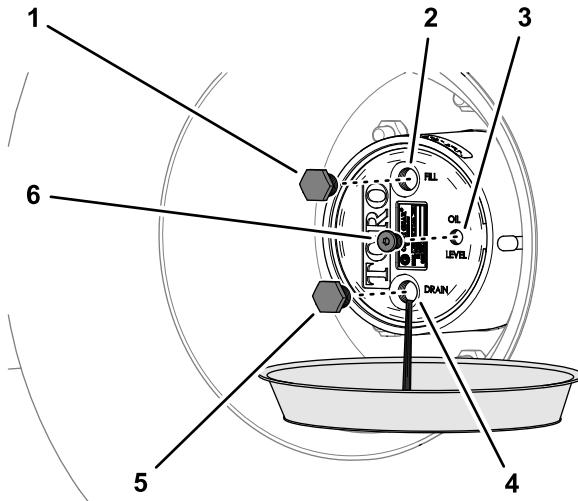

Рисунок 89
2. Установите сливной поддон под ступицу планетарной передачи, снимите пробку сливного отверстия, пробку заливного отверстия и пробку контрольного отверстия и дайте маслу полностью стечь (Рисунок 89).